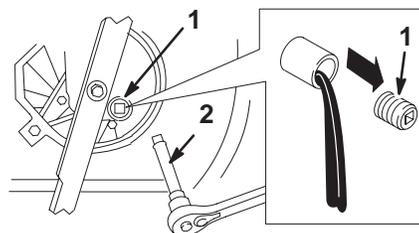

Figure 28
- Enlevez le bouchon de vidange, remettez la tondeuse dans sa position normale de fonctionnement et laissez l'huile s'écouler dans le bac de vidange (Fig. 28).